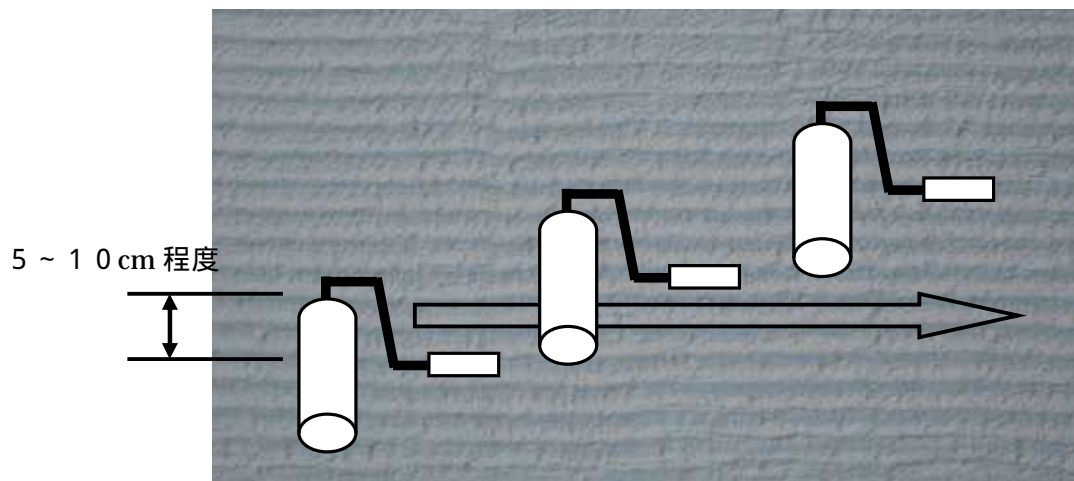

図3
- ・配り塗りした塗膜が乾燥しないうちに、JR-189を横方向に転がしパターン付けを行ってください(図3)。
隣のパターンと5～10cm程度、交差するようにローラーを転がしてください。(図3)